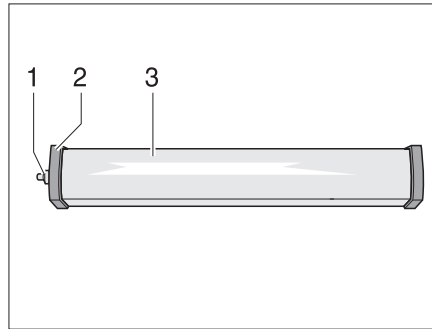

Bild 277 Raumleuchte
- Kappe (Bild 277,1) abschrauben.
- Deckel (Bild 277,2) abnehmen.
- Leuchtenabdeckung (Bild 277,3) leicht zusammendrücken und abnehmen.